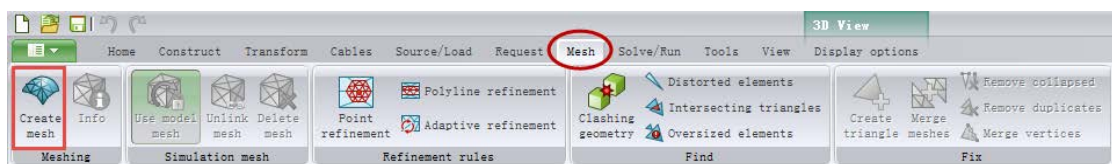
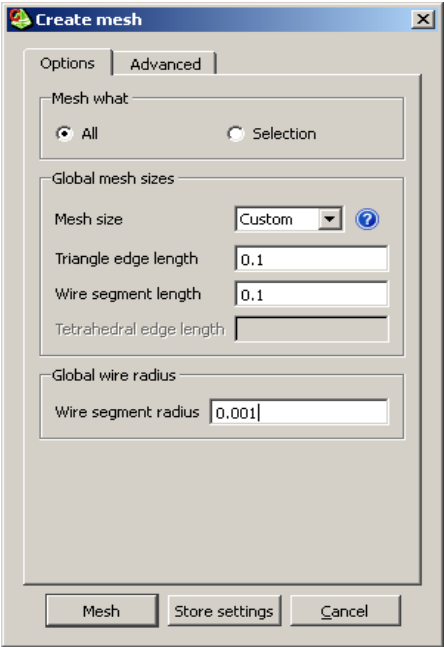

图 3-63 创建网格
图 3-64 设定网格划分
④ 在左侧的“模型与求解树形浏览器”中，展开“Geometry”结点，选中所有的模型，单击鼠标右键，选择“Apply”→“Union”选项，把模型“Polygon\_global”“Polygon\_workplane”“Line1”合并成一个模型“Union1”，把该模型更名为“Bent”。
7) 在“Mesh”菜单中单击“Create mesh”按钮，如图 3-63 所示，弹出“Create mesh”对话框（见图 3-64），进行如下设置。